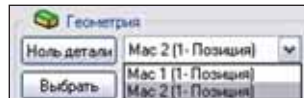

Рис. 18
**Шаг 16.** Для обработки одной грани шестигранника используем новый переход *Контурная обработка*, в котором перед определением обрабатываемой геометрии устанавливаем созданную технологическую систему координат (рис. 18).